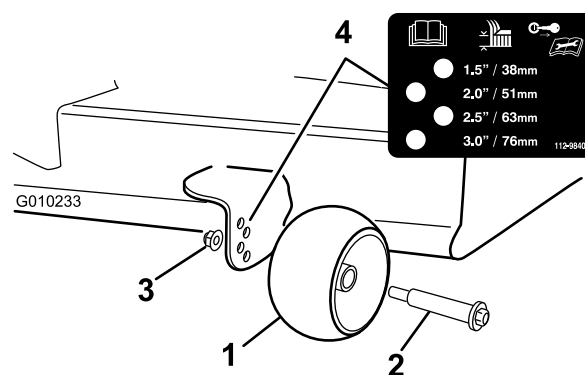

Figure 23
3. Réglez les galets anti-scalp (Figure 23) en fonction de la position de hauteur de coupe la plus proche.